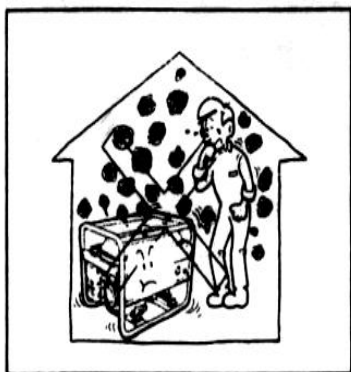

Fig.1
- Opérela en un lugar bien ventilado ya que el exhosto contiene monóxido de carbono venenoso. No lo opere en un lugar mal ventilado! (Fig.1).